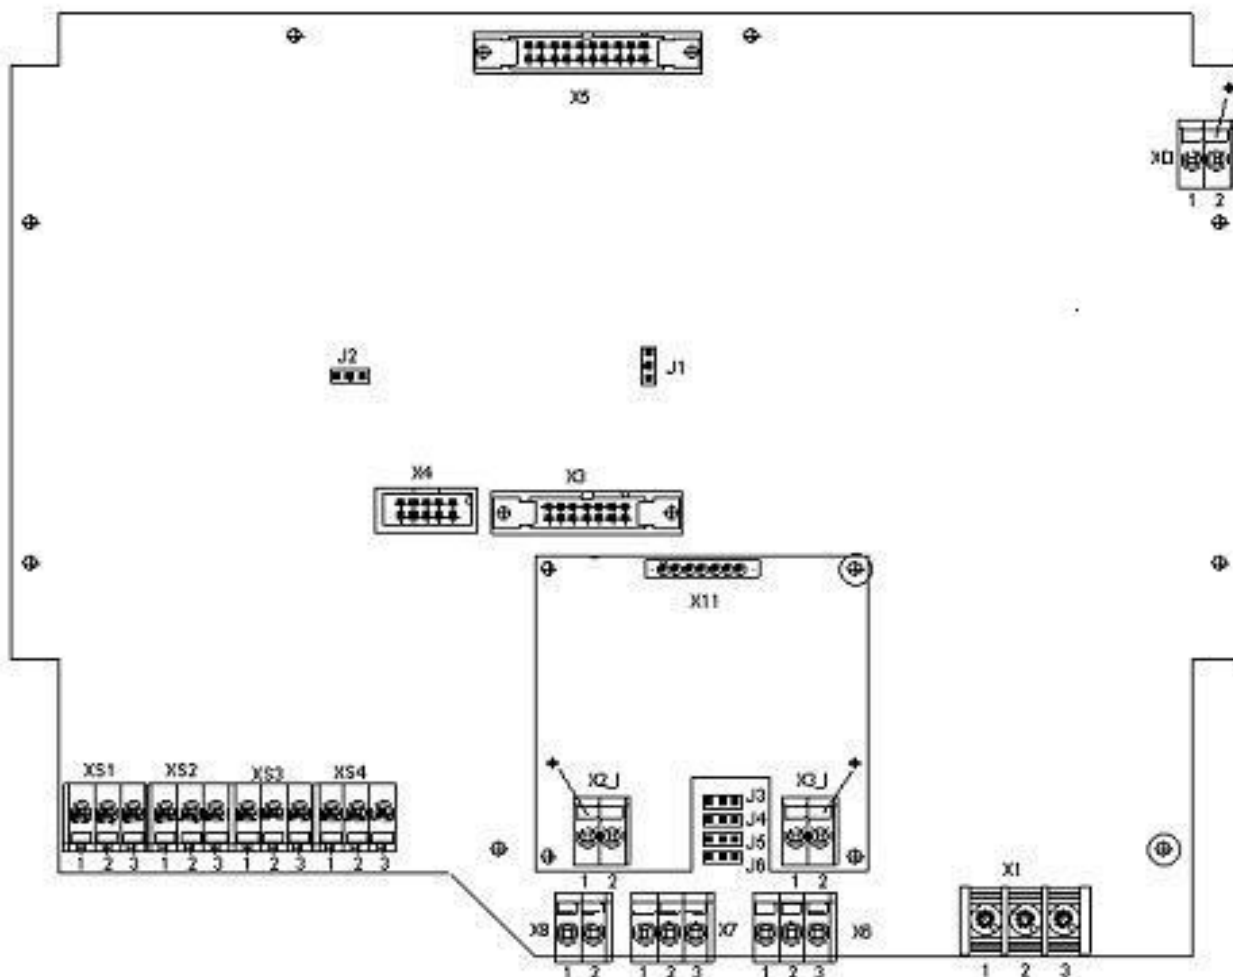

Рисунок 1
замыкании правой пары контактов (см. рисунок 1) интерфейсный узел работает в стандарте RS-232. Для работы в стандарте RS-485 необходимо замкнуть левую пару контактов.
2.4.5.10 Если линия связи соединяет несколько счетчиков и ЭВМ, то в наиболее удаленном от ЭВМ счетчике (на краю линии связи) необходимо включить согласующий резистор 120 Ом. Включение/выключение обеспечивается переключателем J5. При замыкании левой пары контактов (см. рисунок 1) согласующий резистор включен.